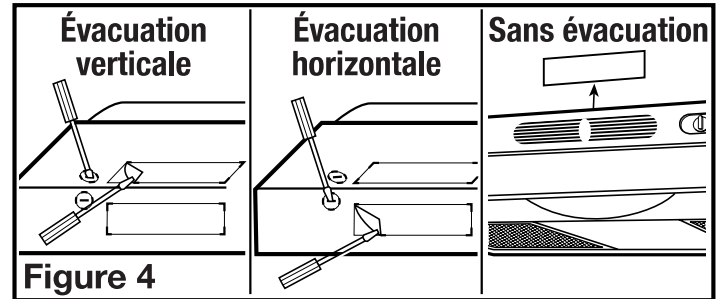

Figure 4
- 2a. Évacuation horizontale ou verticale** - Retirez la pièce rectangulaire défonçable. Pour ce faire, insérez un tournevis dans le pourtour et brisez les attaches qui le retiennent. Enlevez ensuite la pièce avec des pinces (**Figure 4**).
- 2b. Sans évacuation** - Soulevez et retirez le panneau de l'évent situé derrière la grille, exposant ainsi l'entrée d'air frontale. N'utilisez pas de tournevis ni tout autre objet qui pourrait égratigner la hotte (**Figure 4**).
- Déterminez où le service électrique entrera dans la hotte et enlevez l'entrée défonçable électrique appropriée en insérant un tournevis dans la fente et le remuant dans les deux sens jusqu'à ce que l'entrée se détache (**Figure 4**).
REMARQUE : INSTALLATION SANS ÉVACUATION SEULEMENT, Si ce n'est déjà fait, retirez le panneau de l'évent situé derrière la grille (Figure 4).